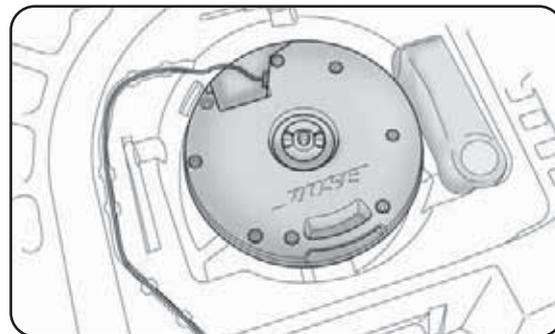

fig. 12
### Subwoofer e "Kit Fix&Go Automatic" fig. 12
- pegar no "Kit Fix&Go Automatic" situado no lado direito da bagageira (fig. 12);